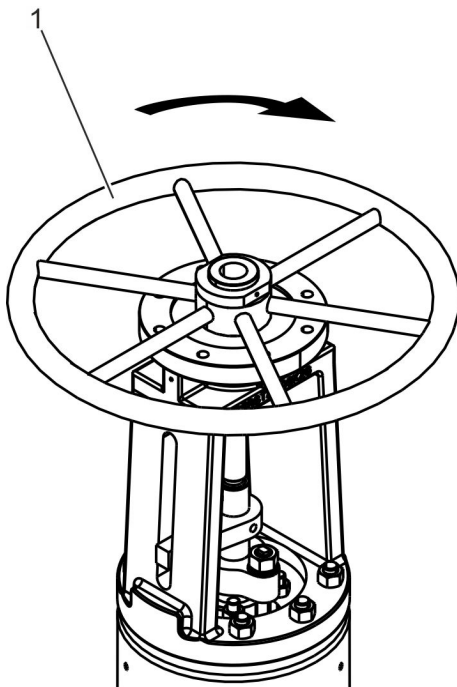

Abb. 19: Armatur schließen
2. ➤ Handrad (Abb. 19/1) im Uhrzeigersinn betätigen.